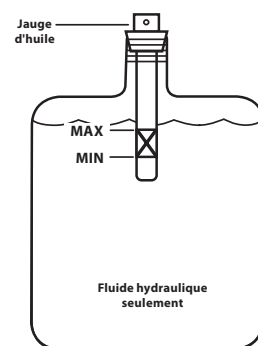

Figure 11
9. Remplissez le réservoir jusqu'à ce que le niveau se trouve entre les deux lignes sur la jauge. Voir Figure 11.